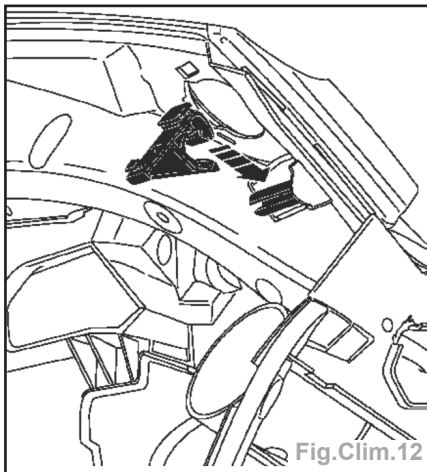

Fig.Clim.12
- Sortir la planche de bord en dégageant les agrafes (Fig.Clim.12).